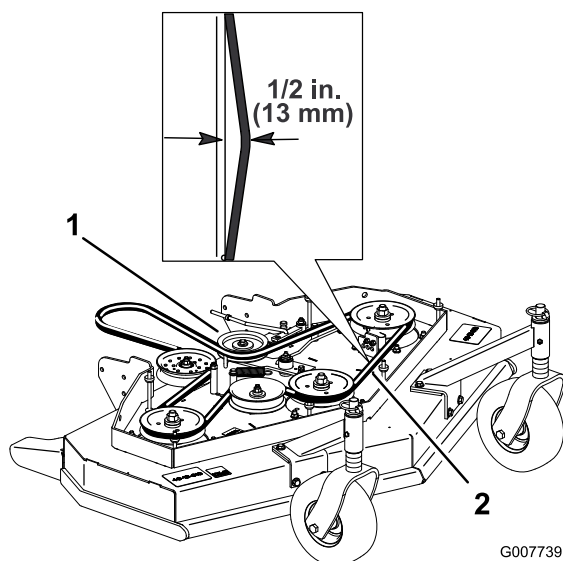

Figure 42
4. Retirez la poulie de tension et la courroie usagée (Figure 42).
**Remarque:** La tension correcte de la courroie du plateau de coupe est de 44-67 N avec une flèche de 13 mm à mi-chemin entre les poulies (Figure 42).